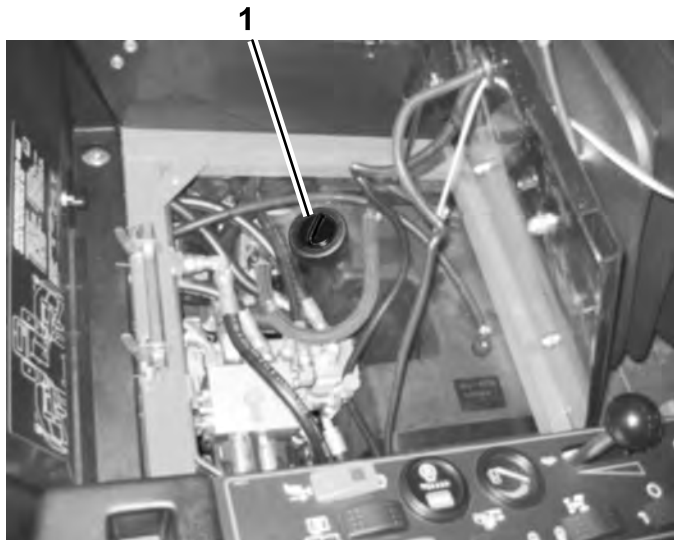

Bild 9
3. Reinigen Sie den Bereich um den Einfüllstutzen und den Deckel des Hydraulikölbehälters (Bild 9). Drehen Sie den Deckel vom Einfüllstutzen ab.